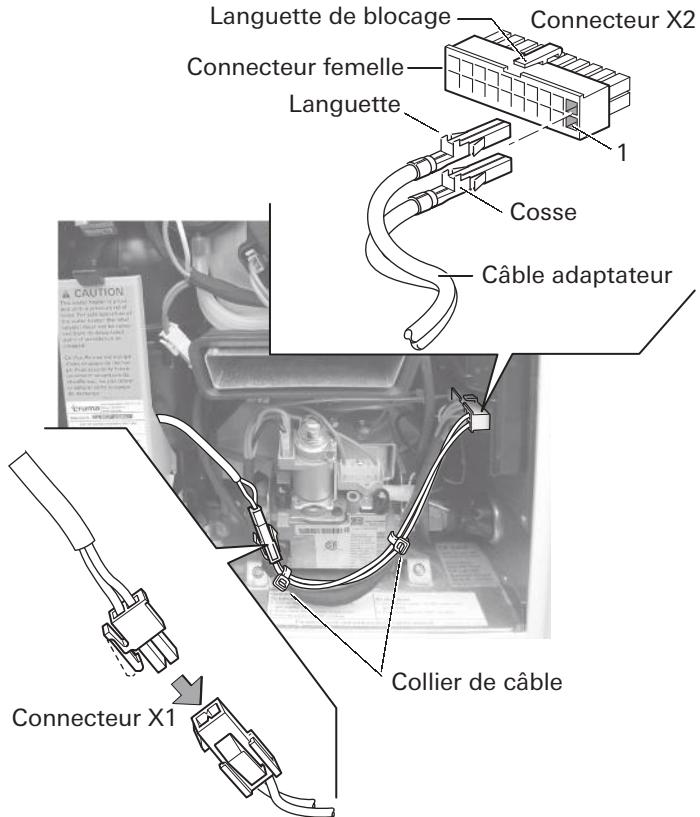

Fig. 5
- Lors de l'installation, vous devez aligner les cosses, comme indiqué à la Figure 5.
2. Insérez les cosses (voir la Figure 5) dans le connecteur femelle (orifices 1 et 11) jusqu'à ce qu'elles bloquent en place. Vous n'avez pas à vous préoccuper de la polarité.
5. Disposez le câble adaptateur et fixez-le en place à l'aide de deux colliers de câbles, comme indiqué à la Figure 5.
6. Branchez le câble de raccordement dans le câble adaptateur (voir la Figure 5).
6. Il est possible que vous ayez à brancher le câble de raccordement dans le câble adaptateur (voir la Figure 5).